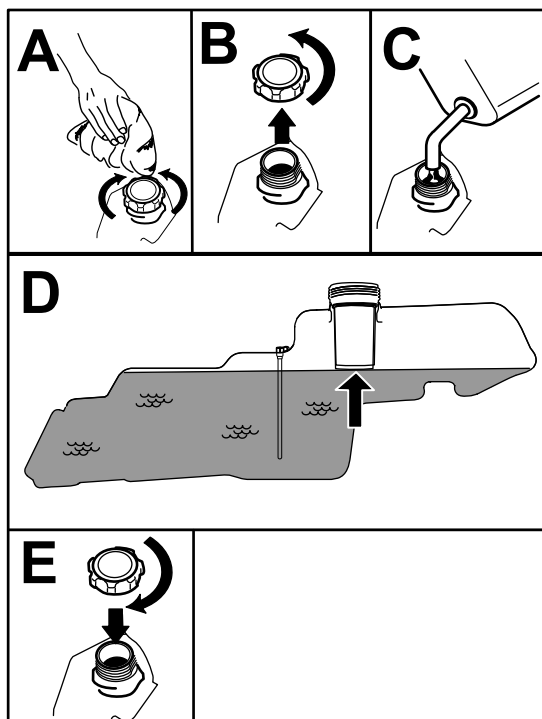

Рисунок 8
5. Заполните топливный бак до нижней кромки заливной горловины (Рисунок 8). Не заполняйте топливный бак до предела.